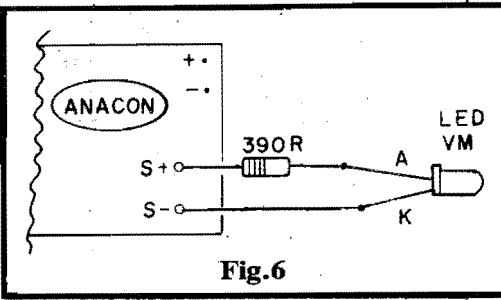

Fig.6
- **FIG. 6 - CONEXÕES EXTERNAS PARA O INDICADOR VISUAL (OPCIONAL)** - O diagrama mostra as simples modificações que devem ser feitas nas conexões aos pontos "S+" e "S-" da placa, se o indicador visual, com LED, for escolhido. No caso, **ATENÇÃO** à correta identificação dos terminais do LED (em dúvida, o TABELÃO APE está lá, no começo da Revista, para esclarecer...).